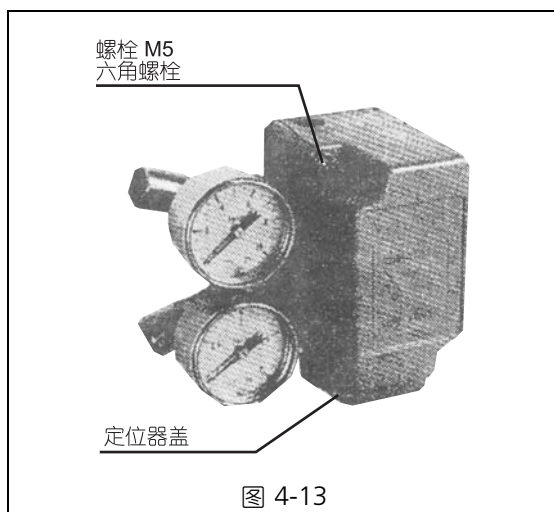

图 4-13
- (1) 拆下阀门定位器的空气配管。
- (2) 用六角扳手（4 mm）松开 2 个内六角螺栓（M5），然后取下阀门定位器盖。（参照图 4-13。）